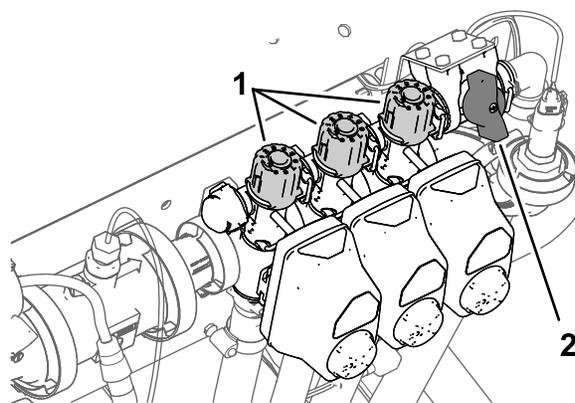

Рисунок 33
2. Выключите переключатель левой секции и отрегулируйте ручку перепуска левой секции (**Рисунок 33**) так, чтобы установить отображенную на дисплее норму внесения на прежний уровень в соответствии с таблицей.
4. Отрегулируйте ручку перепуска правой секции (**Рисунок 33**) так, чтобы установить отображенную на дисплее норму внесения на прежний уровень в соответствии с таблицей.
6. Отрегулируйте ручку перепуска средней секции (**Рисунок 33**) так, чтобы установить отображенную на дисплее норму внесения на прежний уровень в соответствии с таблицей.